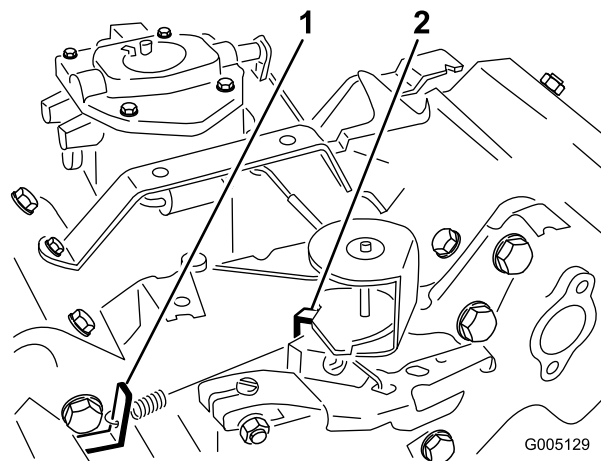

図 51
3. 調速アイドル・スプリング・アンカーの耳(図 51)を曲げて、エンジン速度を  $1650 \pm 100$  RPM に調整する。タコメータで速度を確認のこと。
5. スロットル・コントロールをFAST位置とする。高速アイドル・スプリング・アンカーの耳(図 51)を曲げて、エンジン速度を  $2850 \pm 50$  RPM に調整する。